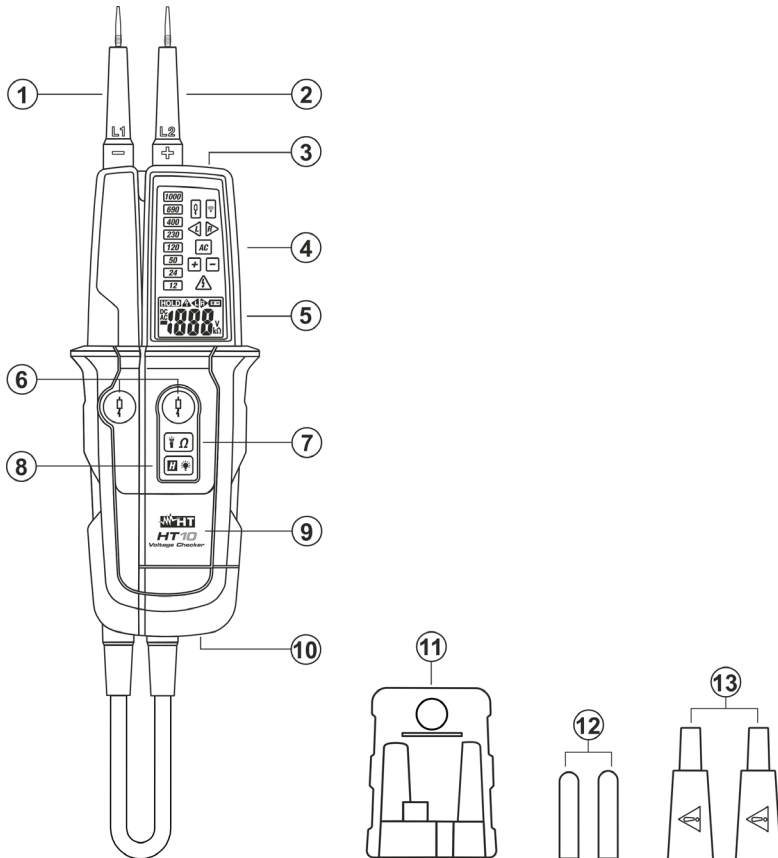
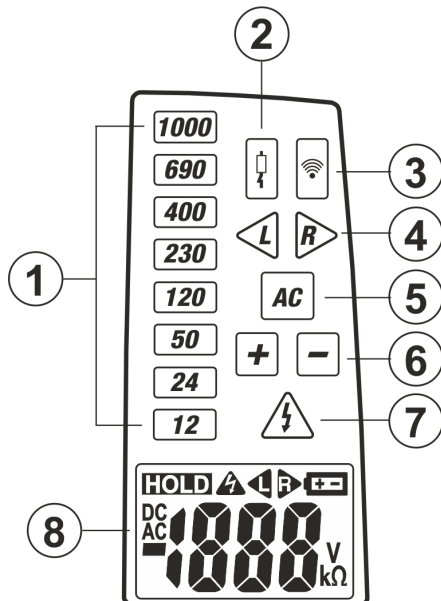

Fig. 1: Descrizione dello strumento
Fig. 2: Descrizione LED di avvertenza
4. **Premere contemporaneamente i due tasti (vedere Fig.1 – parte 6). La tensione reale presente è mostrata con accensione dei LED rossi e a display. Il simbolo AC e il LED di misura con bassa impedenza (vedere Fig.2 – parte 2) sono mostrati**